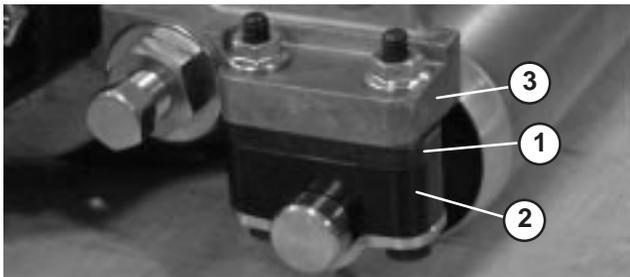

Figure 11
- Placez l'entretoise en dessous de la bride de fixation de la plaque latérale lorsque les hauteurs de coupe sont comprises entre 3,18 et 25,4 mm (Fig. 11).